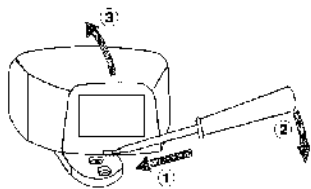

Рис.2
1. Чтобы снять крышку корпуса, вставьте небольшую отвертку в щель фиксатора в нижней части корпуса и отождмите его (рис.2).